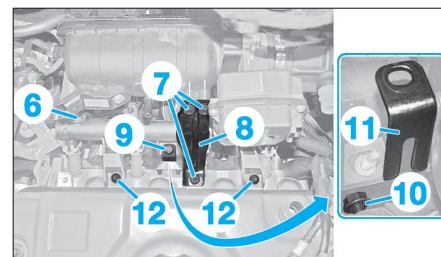

Fig. 27
- Désaccoupler et obturer le tube d'alimentation de carburant (6) (Fig.27).
- les vis (7),
- la patte (8),
- l'écrou (9).
- Desserrer la vis (10).
- la patte (11),
- les vis (12).